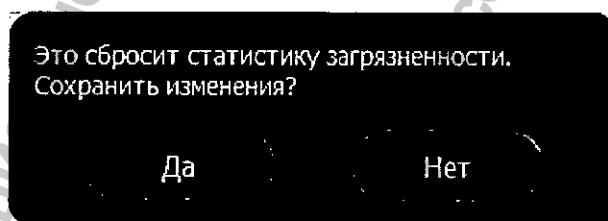

Рисунок 3.90. Предупреждение о сбросе статистики загрязненности
1. Нажмите кнопку **Сохранить**, расположенную внизу списка станций на экране конфигурации (рисунок 3.90).
2. При сохранении параметров конфигурации статистика загрязненности реагентов обнуляется. При нажатии кнопки **Сохранить** изделие отображает окно с предупреждением (рисунок 3.90).